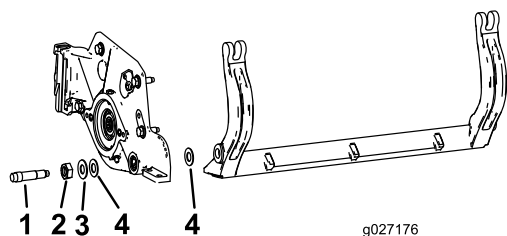

**Figura 25**
3. Desaperte a porca de bloqueio que segura a cavilha da barra de apoio, em cada um dos lados da máquina (Figura 25).
4. Remova cada uma das cavilhas da barra de apoio, de modo permitir puxá-la e retirá-la da máquina (Figura 25).